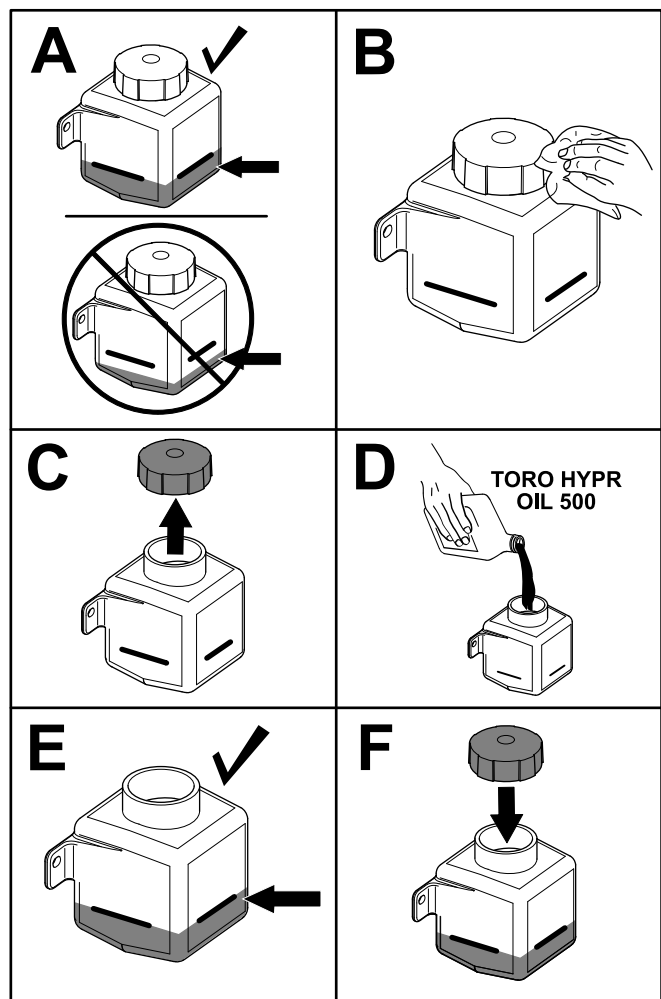

Figura 62
4. Compruebe el nivel de fluido en el lateral del depósito hidráulico (Figura 62). Continúe con este procedimiento si el nivel está por debajo del nivel de llenado en frío.
5. Limpie la zona alrededor del tapón del depósito hidráulico (Figura 62).
6. Retire el tapón del cuello de llenado y agregue fluido al depósito hasta alcanzar el nivel de llenado (Figura 62).
7. Instale el tapón en el depósito (Figura 62).